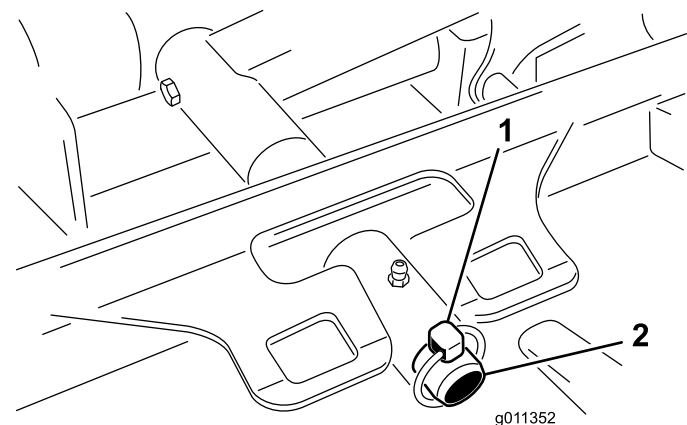

Bild 11
3. Schieben Sie den Mähwerkträgerahmen auf den Lagerbolzen am Hubarm. Befestigen Sie es mit dem Klapstecker oder der Befestigungsmutter (nur GM 4700) (Bild 11).